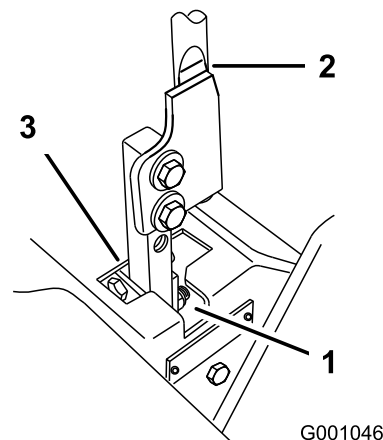

Figura 67
5. Mettete la leva in folle, senza bloccarla (Figura 67).
6. Tirate indietro la leva finché il perno con testa (sul braccio sottostante l'albero di articolazione) non tocca l'estremità della tacca (inizia a premere sulla molla) (Figura 67).
7. Controllate dove la leva di comando corrisponde alla tacca nella console (Figura 67). Dev'essere al centro, e consentire lo spostamento della leva verso l'esterno, in posizione di bloccaggio in folle.